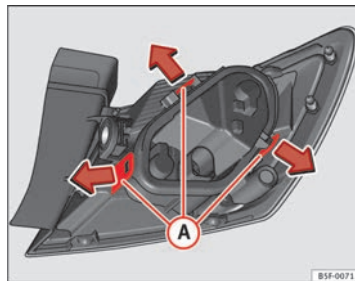

Fig. 194 Linguetas de fixação na parte posterior da unidade de luz traseira
- Desmonte o porta-lâmpadas ⇒ Fig. 194 desbloqueando as linguetas de fixação ①.